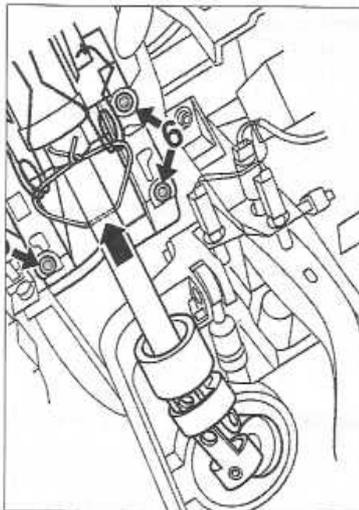

Figure 5-3
*Briquer la colonne de direction de manière à éviter tout débâtement (figure 5-3).*
- Rétracter ou étirer la colonne jusqu'à pouvoir introduire un fil de fer, dans l'orifice du fourreau de la colonne pour brider celle-ci (voir figure 5-3).
- Déposer les fixations supérieures (6) de la colonne sur la traverse de planche de bord (figure 5-3).